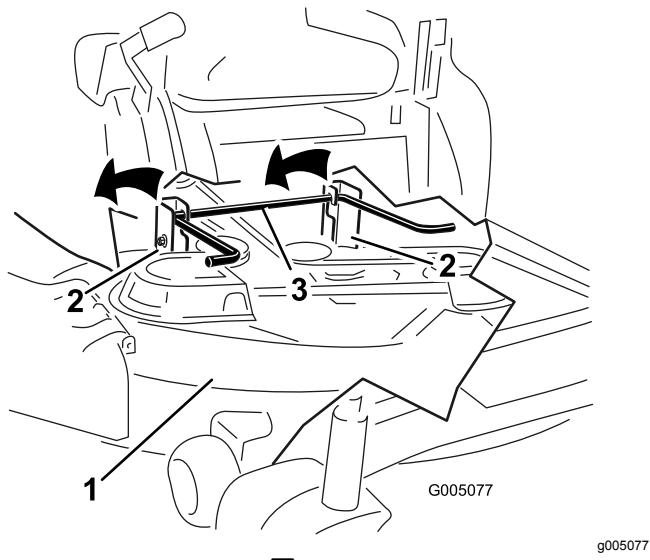

図 75
7. デッキとハンガーブラケットを持ち上げて後部昇降ロッドをかわし、ふたたび注意深くデッキを床面に降ろす図 75。
5. デッキ後部を持ち上げ、ハンガーブラケットを後部昇降ロッドに取り付ける図 75。